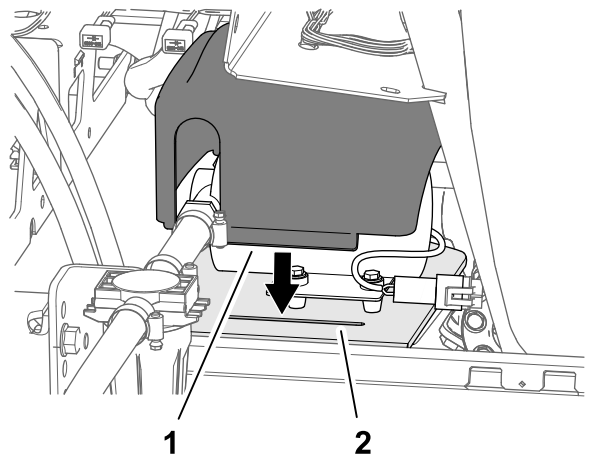

图32
1. 如 图32 所示将泵盖对准冲洗水箱泵。
2. 将泵盖的 2 个凸耳插入水箱架鞍形板的槽中 图32。